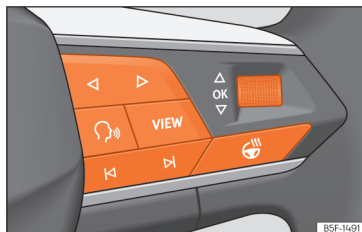

Fig. 10 Partea dreaptă a volanului multifuncțional: butoanele de accesare a meniurilor și informațiilor de pe panoul de instrumente (în funcție de versiune).
Cât timp este activ avertismentul de prioritate 1 >>> pag. 26, nu va fi posibilă accesarea unui meniu. Unele avertizări pot fi confirmate și ascunse cu ajutorul butonului **OK** de pe volanul multifuncțional >>> fig. 10.
- Dacă este afișat un mesaj sau simbolul unui autovehicul, apăsați butonul **OK** >>> fig. 10; de mai multe ori, dacă este necesar.